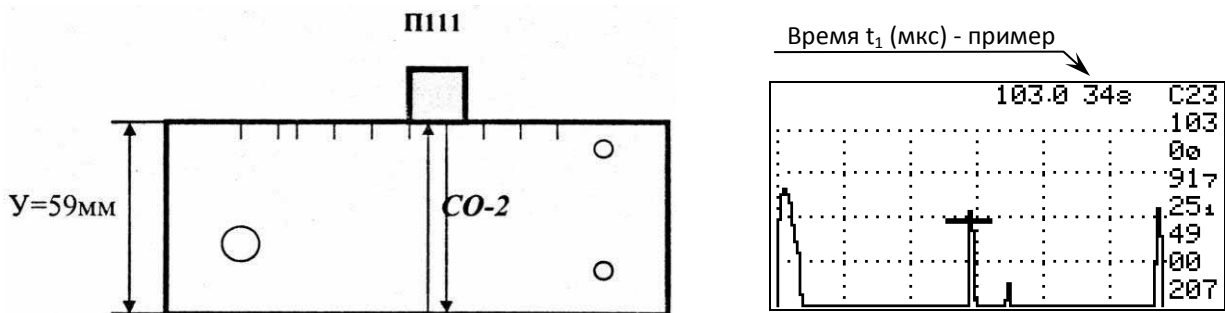

Рисунок 77 – Настройка координаты «У» для ПЭП типа П111.
6.2.2.2 Предварительно выставить параметры усиления, строба и развёртки дефектоскопа (см. рисунок 77).
6.2.2.4 Найти первый донный эхо-сигнал на стандартном образце СО-2 (см. рисунок 77) и довести уровень его амплитуды до середины экрана, зафиксировав момент, когда устойчиво загорится красный светодиод на передней панели дефектоскопа.
6.2.2.8 Проверить показания «У» (измеренной толщины), сравнив с фактической толщиной образца СО-2, соблюдая требования амплитудных измерений п. 6.2.2.4 (см. рисунок 77). Измеренная и фактическая толщина должны совпадать с погрешностью  $\pm 0.1$  мм.